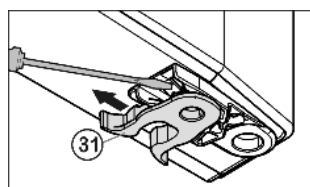

Fig. 7
- ▶ Prestavljanje vzmetne sponke Fig. 7 (31): Zaskočni zapah potisnite navzdol in vzmetno sponko povlecite čez.